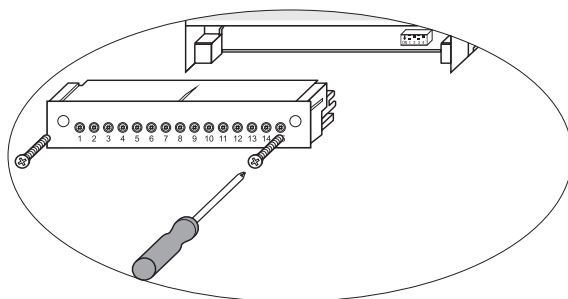

Fig. 12
- Untere und obere Klemmleiste abziehen: Linke und rechte Befestigungsschrauben lösen. **Fig. 12**